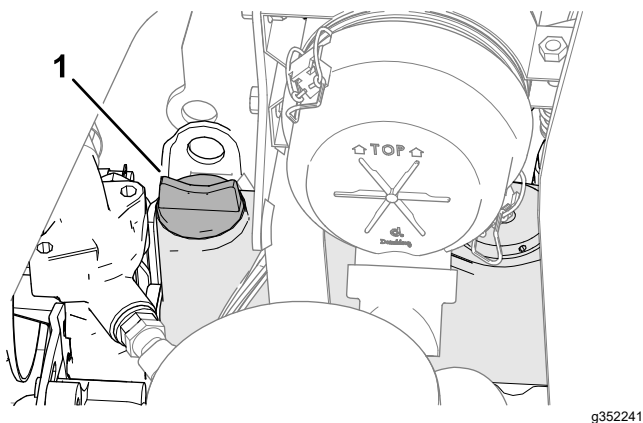

Figure 67
5. Si le niveau est bas, retirez le bouchon de remplissage (Figure 67) et versez progressivement de petites quantités d'huile, en vérifiant fréquemment le niveau, jusqu'à ce que l'huile atteigne le repère maximum sur la jauge.